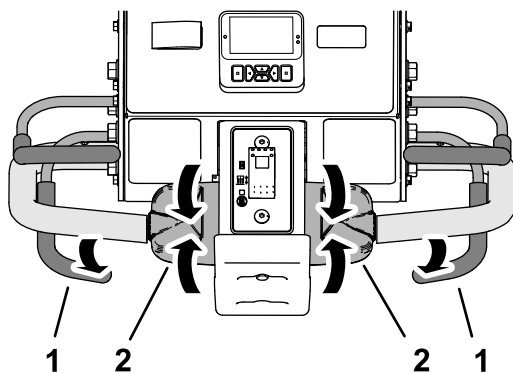

Figure 89
1. Si vous avez abaissé la tête d'aération, relâchez la barre de commande d'aération (Figure 89).